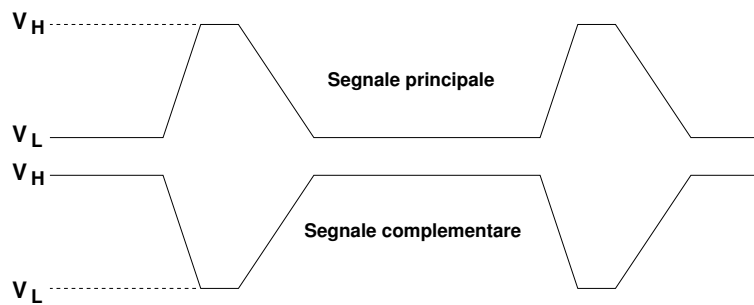

Figura 2.
- deve essere in grado di generare un segnale (con le caratteristiche definite sopra) ed il segnale ad esso complementare (vedi figura 2);